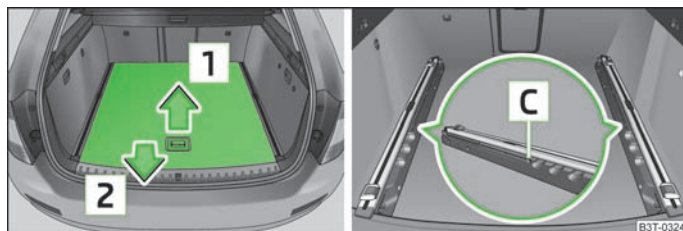
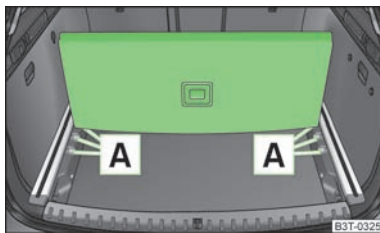

Abb. 73 Gepäckraum: variablen Ladeboden teilweise herausziehen
Abb. 74
- Den hinteren Teil des variablen Ladebodens am Griff anfassen, etwas in Pfeilrichtung **1** anheben » Abb. 73 und über den Stoßfänger in Pfeilrichtung **2** herausziehen, bis er in der Öffnung **C** einrastet » Abb. 73.
- Den hinteren Teil des Bodens im Griff anfassen, in Pfeilrichtung **1** anheben » Abb. 73 und den hinteren Rand in eine der Öffnungen **A** einsetzen » Abb. 74.